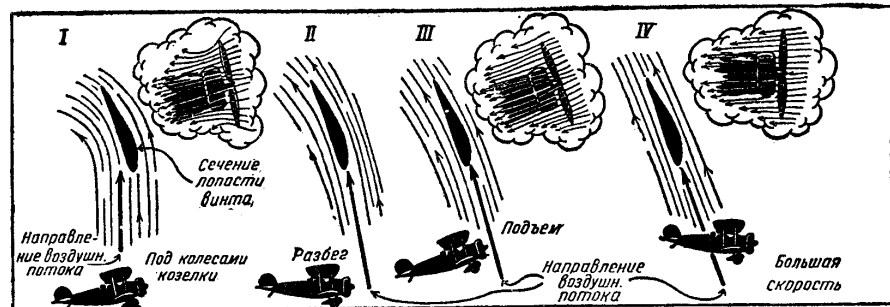

Рис. 130.
Рис. 130. На рисунке самолет заторможен в положении I, но предполагается, что мотор работает на полном газу. Винт увлекает большое количество воздуха, отбрасывая его назад. Частицы воздуха, проходя мимо лопастей винта, стремятся двигаться в направлении, указанном на рис. 130. Когда самолет стоит на месте, его вращающийся винт встречается с воздухом под максимальным углом атаки, который резко разнится от самого выгодного угла. Когда самолет набирает скорость на земле до взлета (II) и его лопасти врезаются